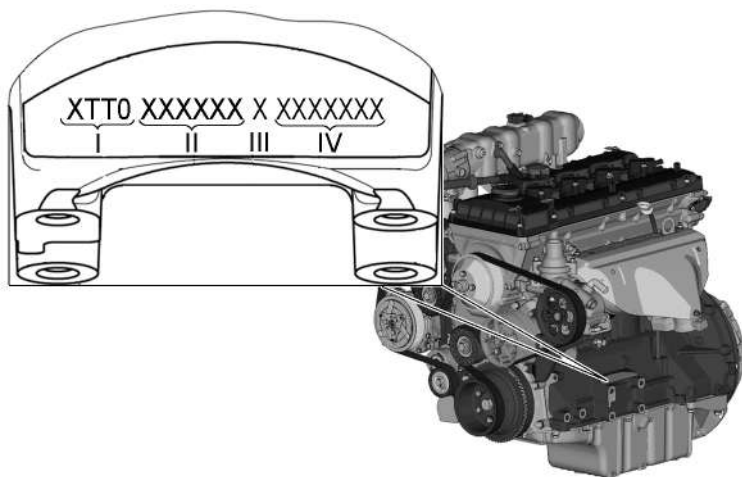

Рис. 1.3. Расположение идентификационного номера двигателя
**Идентификационный номер двигателя** выбит на площадке, расположенной с левой стороны блока цилиндров, над бобышками крепления передней опоры двигателя (рис. 1.3).